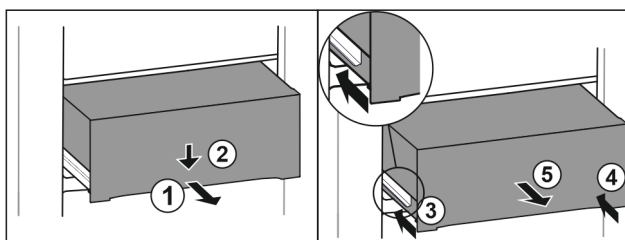

Fig. 168
- ▶ Zásuvku napůl vytáhněte. Fig. 168 (1)
- ▶ Stlačte zásuvku na přední straně dolů. Fig. 168 (2)
- ▶ Zasuňte levou kolejničku přibližně do 2 cm. Fig. 168 (3)
- ▶ Zasuňte pravou kolejničku přibližně do 2 cm. Fig. 168 (4)
- ▶ Vyjměte zásuvku dopředu. Fig. 168 (5)